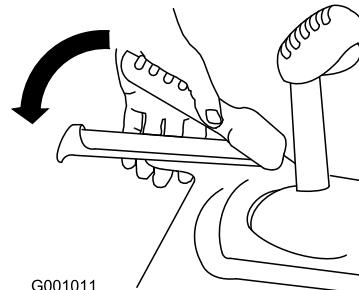

Figure 19
3. Serrez le levier gauche (déplacement) contre la poignée (Figure 19).
- Serrez le levier gauche (déplacement) contre la poignée (Figure 19).